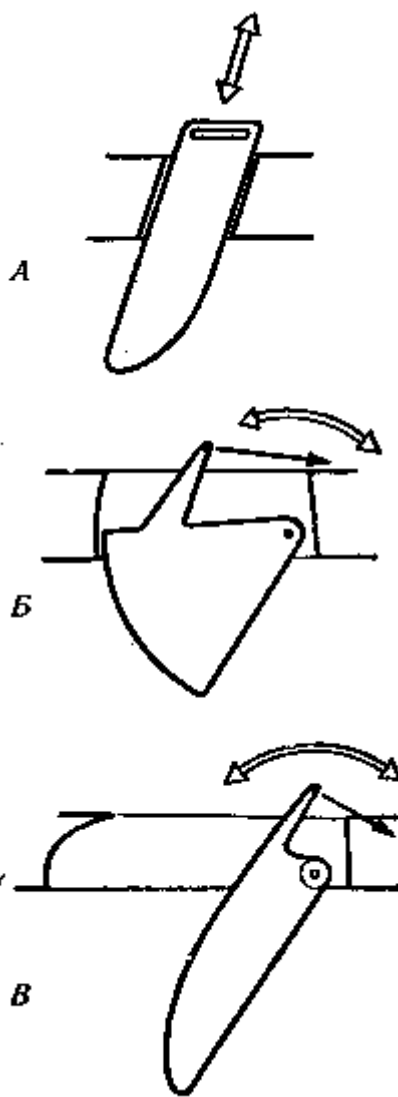

Рис. 33. Типы швертов: А — кинжальный; В — ющийся секторный, В — качающийся мечевидный
**Кинжальный шверт** (рис. 33, а) вставляется в швертовый колодец, как кинжал в ножны, и передвигается в нем поступательно. Кинжальные шверты неудобны тем, что при задевании за мель их заклинивает в колодце.
**Секторный шверт** (рис. 33, б) имеет то преимущество, что при опускании его швертовая щель остается закрытой телом шверта, а за прямым швертом (рис. 33, в), когда он опущен, остается открытой швертовая щель, создающая добавочное сопротивление корпуса. С другой стороны, когда секторный шверт выбран, он сильно выходит за пределы колодца и мешает экипажу. Поэтому секторные шверты делают главным образом на небольших швертботах (например, класса «Финн»).
Для усиления эффекта перемещения центра бокового сопротивления применяют узкие, длинные, так называемые мечевидные шверты (рис. 33, в). Ими снабжено большинство современных швертботов. Часто для уменьшения сопротивления шверты профилируют, то есть в поперечном сечении придают им профиль симметричного крыла самолета. Они дают некоторый выигрыш в лавировочных качествах за счет меньшего сопротивления. Чтобы уменьшить сопротивление широкой щели на выходе швертового колодца в днище, щель для профилированного шверта снабжают сальниками из листовой резины: когда шверт выбран, сальники смыкаются и закрывают щель.